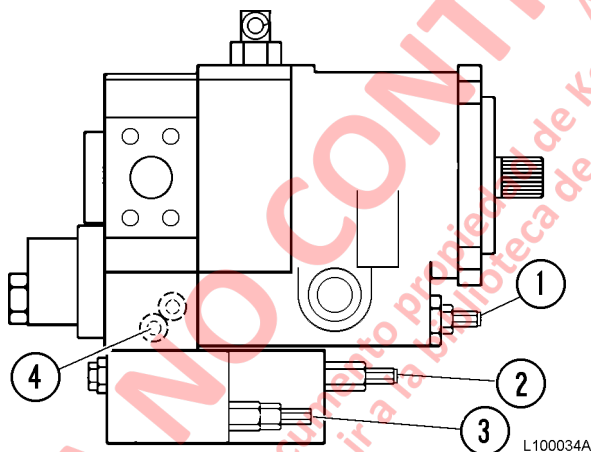
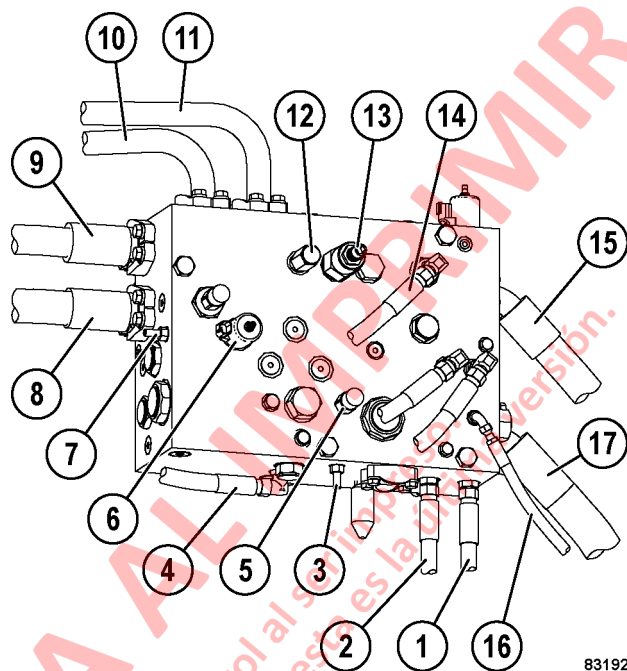

FIGURA 10-9. AJUSTES DE LA BOMBA DE DIRECCIÓN/FRENOS
FIGURA 10-10. MÚLTIPLE DE PURGA
El circuito de dirección se puede aislar del circuito de frenos. Para ello, libere toda la presión del sistema de dirección. Luego, libere toda la presión de los acumuladores de freno y retire la línea de suministro del sistema de frenos (4, Figura 10-10) del múltiple de purga. Conecte la manguera de suministro del freno y tape el acople en el múltiple de purga para evitar fugas de presión alta.
3. Instale un medidor de presión preciso de 35 000 kPa (5000 psi) en el puerto de prueba «GPA» de presión de dirección (4, Figura 10-9) ubicado en el lado de succión de la bomba. Instale un segundo medidor de 35 000 kPa (5000 psi) en el puerto de prueba del múltiple de purga «TP2» 3, Figura 10-10).
4. Gire el tornillo de ajuste de la válvula de descarga (2, Figura 10-9) a la derecha hasta que toque fondo.
5. Gire el tornillo de ajuste del compensador (3) a la izquierda para sacarlo.
6. Arranque el motor y ajuste el compensador de presión (3) para obtener 22 925 kPa (3325 psi) en el medidor de presión en el puerto de la bomba «GPA». Apriete la contratuerca del compensador.
8. Saque por completo el tornillo de ajuste de la válvula de descarga (2, Figura 10-9).
1. Desconecte la línea de retorno del amplificador de flujo (9, Figura 10-10) en el múltiple de descarga. Conecte el puerto en el múltiple de descarga.
1. Con las líneas hidráulicas aún desconectadas por la prueba de fugas de la unidad de control de dirección y el amplificador de flujo, desconecte la línea de retorno de la válvula piloto de levante (14, figura 10-10), ubicada en el costado del múltiple de purga. Conecte el puerto abierto al múltiple de purga.
3. Desconecte la línea de retorno del tanque (15, Figura 10-10) del múltiple de purga. Conecte la manguera de retorno de la válvula piloto de levante que se retiró en el paso 1 a la línea de retorno del tanque o conéctela al puerto de carga del tanque hidráulico. No tape la manguera de retorno piloto de levante.
Si la fuga es excesiva, el solenoide de purga (6, Figura 10-10), la válvula de alivio del sistema de dirección (13) o la válvula de retención piloto ubicada en la parte superior del múltiple de purga está defectuosa y se debe reemplazar.
El tornillo de ajuste de la carrera de la bomba (1, Figura 10-9) controla la cantidad de aceite que la bomba de dirección y frenos produce. Solo se necesita usar esta función si el camión se opera en ubicación de gran altura, mayor a 3050 metros (10 000 ft) sobre el nivel del mar. Ajustar la carrera de la bomba mejora la succión de entrada de la bomba, ya que reduce el desplazamiento de la bomba. La mejora de succión ayuda a evitar el daño producto de la cavitación de la bomba.
3. Localice el tornillo de ajuste de la carrera de la bomba (1, Figura 10-9). Afloje la tuerca de bloqueo que fija el tornillo de ajuste.
1. Instale un manómetro de 35 000 kPa (5000 psi) en «TP2» (3, Figura 10-10) en el múltiple de purga de dirección.